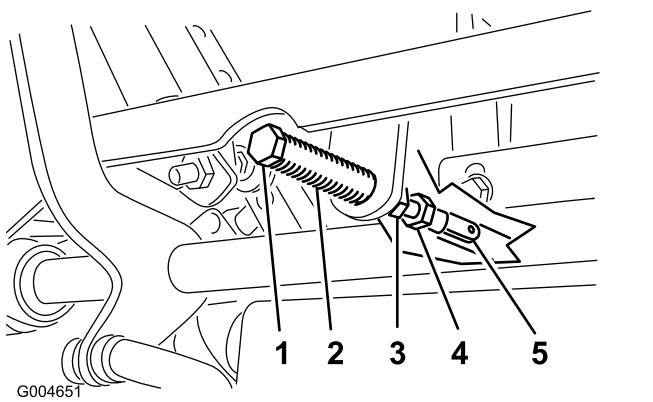

Figura 50
5. Tire hacia atrás de la palanca hasta que el pasador (en el brazo situado encima del eje pivotante) entre en contacto con el extremo de la ranura (empezando justo a tensar el muelle) como se muestra en Figura 50.
7. Si es necesario un ajuste, afloje la tuerca y la contratuerca contra la horquilla (Figura 50).
8. Aplique una ligera presión hacia atrás en la palanca de control de movimiento, y gire la cabeza del perno de ajuste en el sentido apropiado hasta que la palanca de control esté centrada en posición de BLOQUEO/PUNTO MUERTO (Figura 50).
9. Apriete la tuerca y la contratuerca (Figura 50).
10. Apriete las contratuercas de las rótulas (Figura 50).